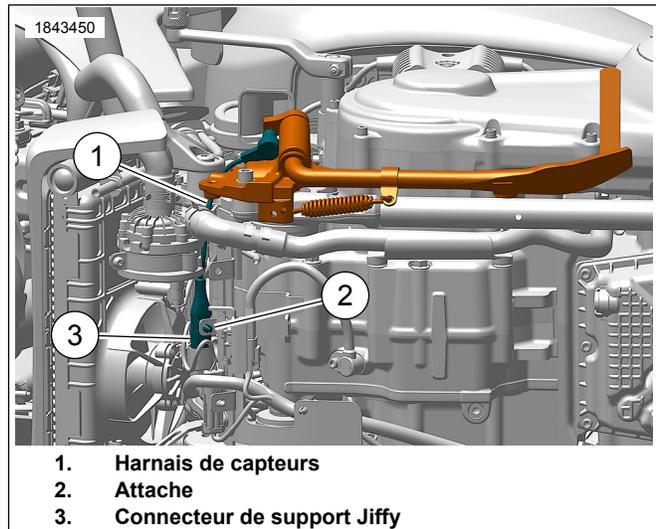

Figure 3. Installation du harnais
4. Voir la Figure 3. Acheminez le faisceau (1) au connecteur de la béquille latérale (3).
5. Fixez le connecteur du faisceau à l'aide de la pince (2).